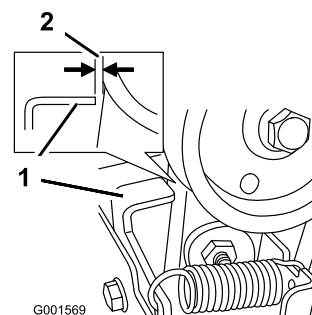

Bild 38
3. Kuppeln Sie den Räumwerk-/Gebläseradhebel aus und stellen Sie sicher, dass der Abstand zwischen der Schneckenkupplung und der Lasche 1,5 mm beträgt (Bild 38).